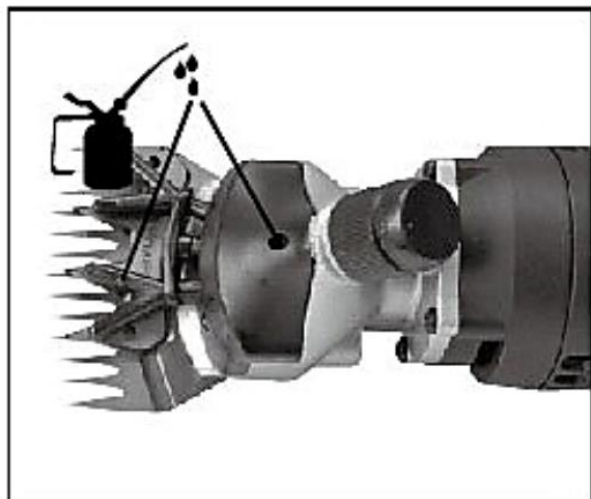
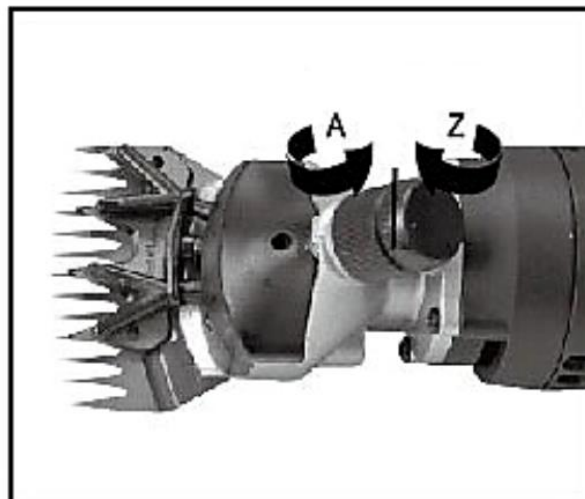

Fig. 1(Lubricant Oiling from the Hole on the Head Shell) (Hole 1 –fixed position; Hole 2 Top)
Fig. 2 (Adjusting Nut)
- Allentare la vite di regolazione (Fig. 2, Direzione A) e disporre la macchina su un supporto duro; le viti della lama inferiore sono rivolte verso l'alto (Fig. 4). Allentare le viti e rimuovere le lame utilizzate.
Assicurarsi che le nuove lame da taglio siano pulite. Posizionare la lama superiore sui coni della forcella a pressione e lubrificare con alcune gocce di olio le superfici affilate (Fig. 1). A questo punto fare scorrere la lama inferiore tra le viti allentate (Fig. 4) fino a quando quest'ultima non aderisce alle piastrine d'installazione. A questo punto serrare le viti della lama inferiore. Ruotare la macchina in modo che il dado di regolazione sia rivolto verso l'alto. Accertarsi che il cono della forcella a pressione si incastri nei fori della lama superiore. Prestare attenzione al fatto che le punte dentate della lama superiore restino dietro alla superficie affilata della lama inferiore ca. 1.2 mm (Fig. 5). La distanza ottimale tra la lama superiore e quella inferiore è presente per il montaggio con le piastrine di installazione originali. Assicurarsi che la lama inferiore sia in posizione centrale, ma non sia storta. Se la lama è impostata in modo corretto, serrare le due viti della lama inferiore (Fig. 4). Serrare la vite di regolazione (Fig. 2, Direzione Z).